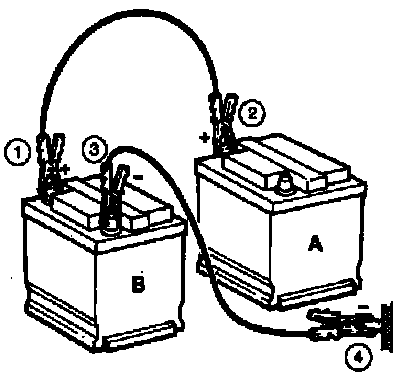

Fig. 53
Si el tractor tiene la batería descargada (A), puede arrancarse con una batería auxiliar (B) o con la batería de otro vehículo. Siga el procedimiento descrito abajo (Fig. 53).